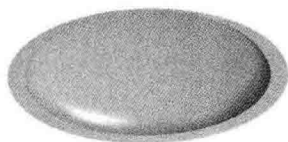

图 1.2 旋转特征 1
Step2. 创建图 1.2 所示的曲面旋转特征 1。选择 **插入(I)** → **设计特征(F)** → **旋转(R)** 命令（或单击 按钮），系统弹出“旋转”对话框；单击 **截面** 区域中的 按钮，系统弹出“创建草图”对话框，选中 **设置** 区域的 ☒ **创建中间基准 CSYS** 复选框，选取 ZX 平面为草图平面，单击“创建草图”对话框中的 **确定** 按钮，绘制图 1.3 所示的截面草图（半径值为 180 的圆的圆心在 Z 轴上），单击 按钮，退出草图环境；在 **轴** 区域 ***指定矢量** 的下拉列表选择 **ZC1** 作为旋转轴，选取坐标原点为指定点；在 **限制** 区域的 **开始** 下拉列表中选择 **值** 选项，并在其下的 **角度** 文本框中输入数值 0，在 **结束** 下拉列表中选择 **值** 选项，并在其下的 **角度** 文本框中输入数值 360；单击 **确定** 按钮，完成旋转特征 1 的创作。